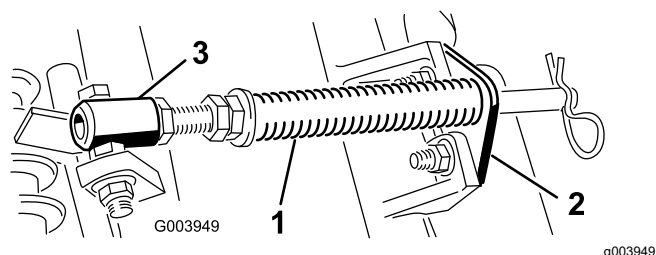

Рисунок 4
- A. Отверните два каретных болта и гайки крепления кронштейна штока к выступам режущего блока (**Рисунок 4**).
- B. Отверните фланцевую гайку крепления болта трубки пружины к выступу несущей рамы (**Рисунок 4**). Снимите этот узел.
**Примечание:** Головку болта следует расположить в направлении наружной стороны выступа, как показано на **Рисунок 4**.